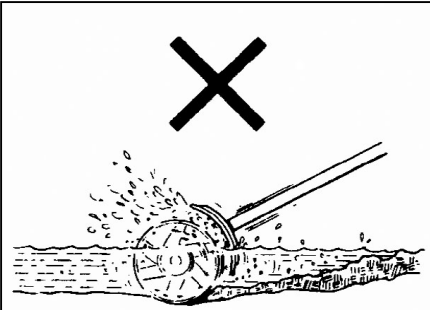

Fig. 10
- c. Do not use the unit in water or rooted, vine area. (Fig. 10 & 11)
- c. Ne pas employer l'ensemble dans l'eau ou dans un endroit de racines ou de plantes grimpantes (Fig. 10, 11)